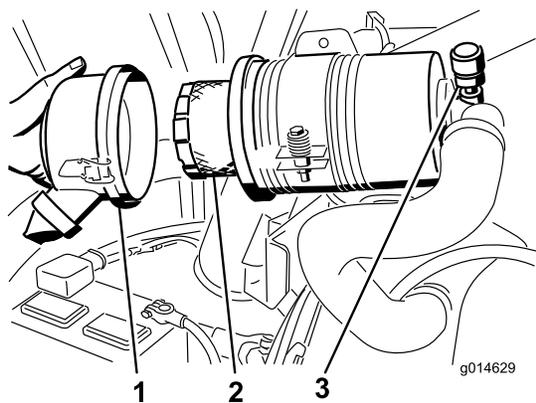

Рисунок 51
3. Снимите и замените фильтр (Рисунок 51).